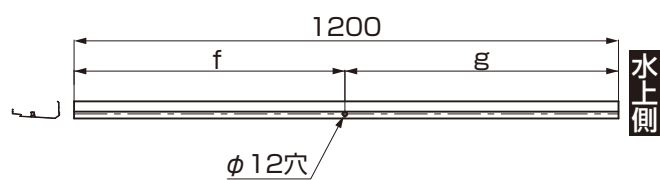
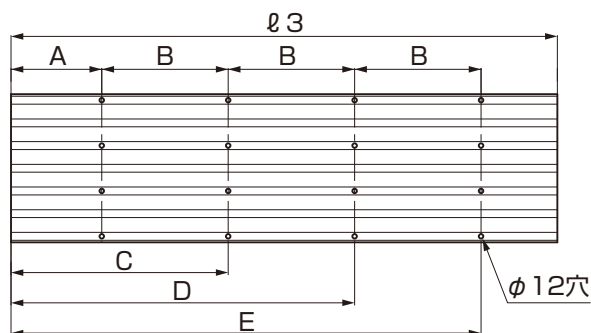

図3-17 側枠上（12延長） 加工位置図
図3-18 折板 加工位置図
①図3-16、図3-17、図3-18、表3-9、表3-10を参照して、側枠と折板を加工してください。